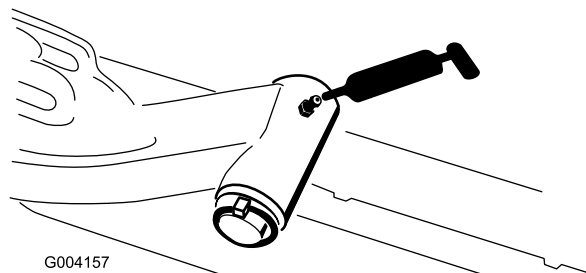

Figure 44
- Axe de pivot des bras de relevage (1 chacun) (Figure 44)